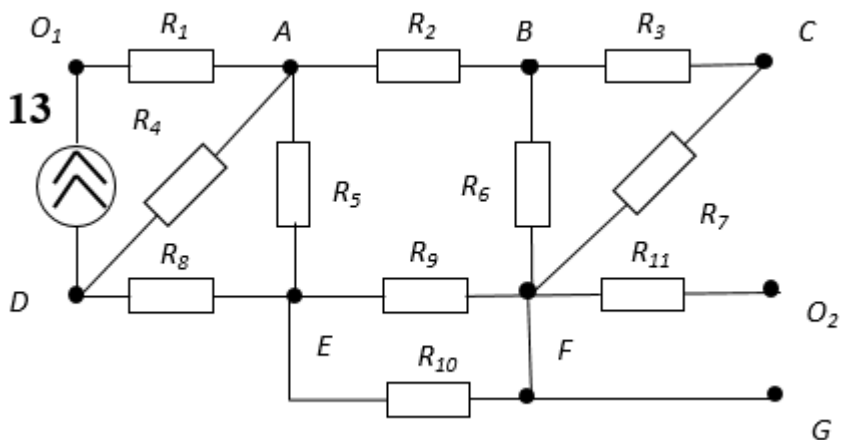

Рис. 7. Простая цепь постоянного тока
**Пример.** Определить токи, напряжения и мощности всех участков цепи (рис.7), потенциалы точек А,В,С,Д относительно точки О1. Основные параметры приведены в табл.2.